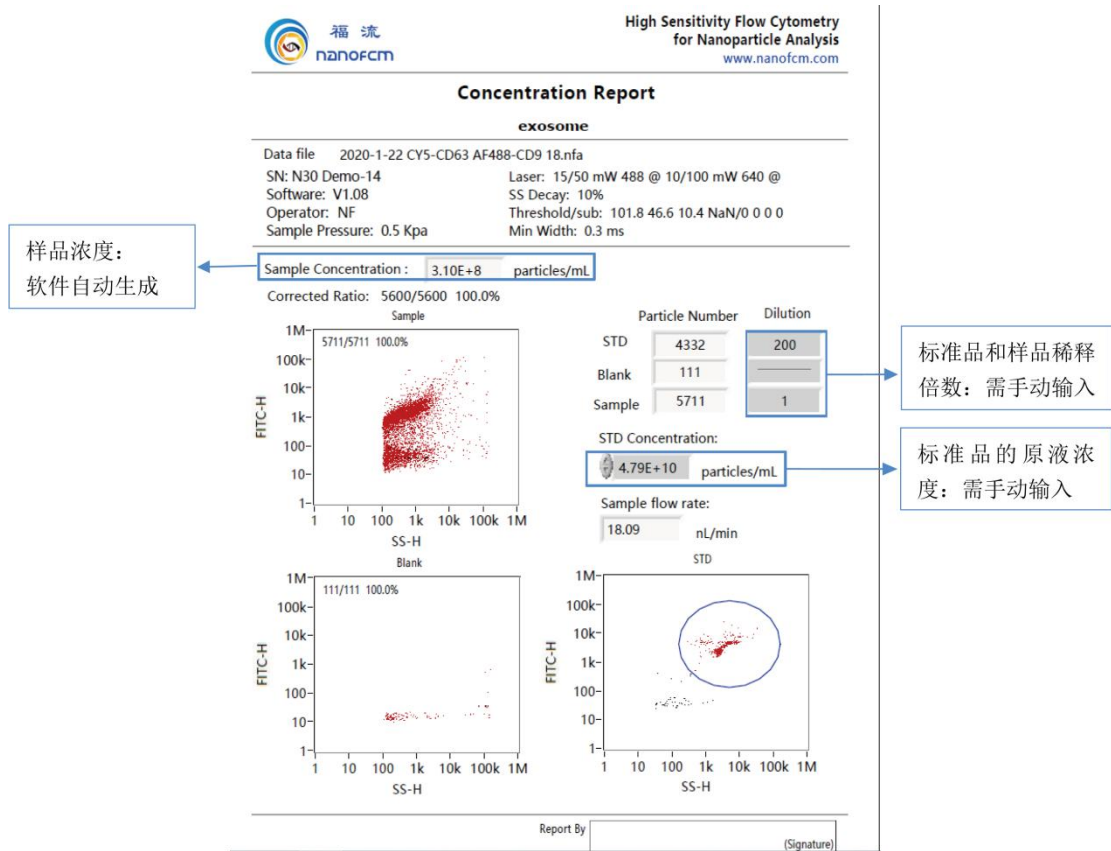

图 6-1 浓度报告
4) 待测样品浓度报告生成：选择待测样品，鼠标单击工具栏按钮，选择 Concentration，软件弹出浓度报告页，如图 6-1 所示。